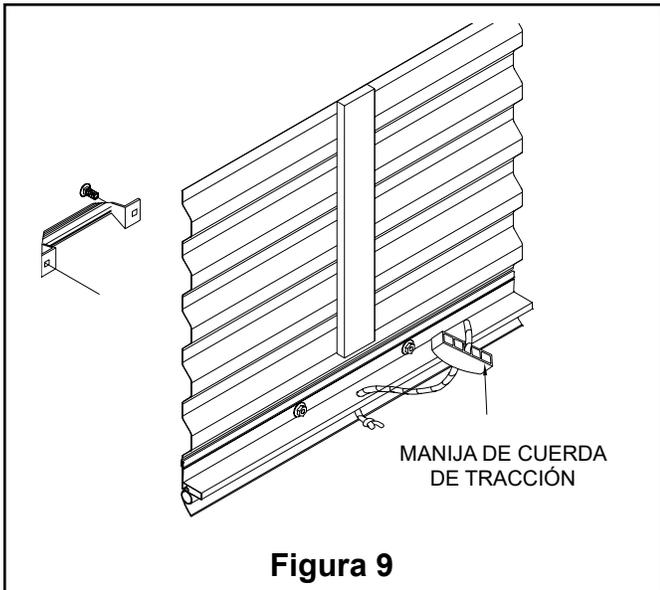

Figura 9
**8.1** Manija de cuerda de tracción: Haga un nudo en un extremo de la cuerda. Deslice la manija de plástico por la cuerda y jale del nudo hacia la manija. Pase el otro extremo de la cuerda por el orificio en el centro del borde inferior de la puerta y haga otro nudo en el extremo para que la cuerda no se pueda salir (véase la Figura 9).